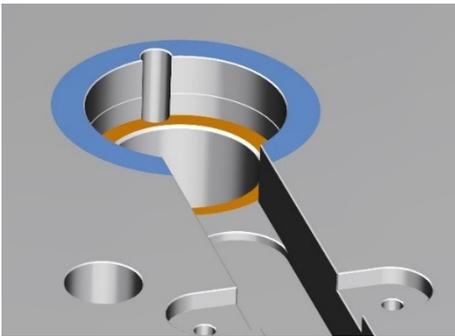

Abbildung 34: Prüfung des Düsensitzes
- 1) Überprüfen Sie vor der Montage die Düsenbautiefe in Ihrer Düsenhalteplatte an jeweils 3, um 120 Grad versetzten Punkten (in Abbildung 34 der Abstand zwischen der blauen und der orangenen Fläche) und vergleichen Sie den Wert mit den Vorgaben in den entsprechenden Einbauhinweisen beziehungsweise der Konstruktionszeichnung Ihres Heißkanals. Fahren Sie nur fort, sofern der gemessene Wert innerhalb der angegebenen Toleranzen liegt.